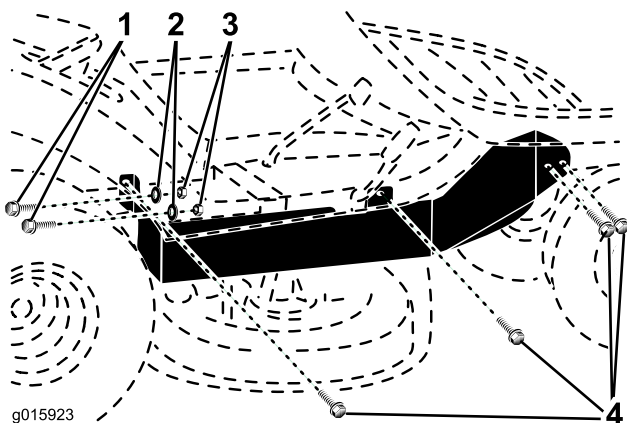
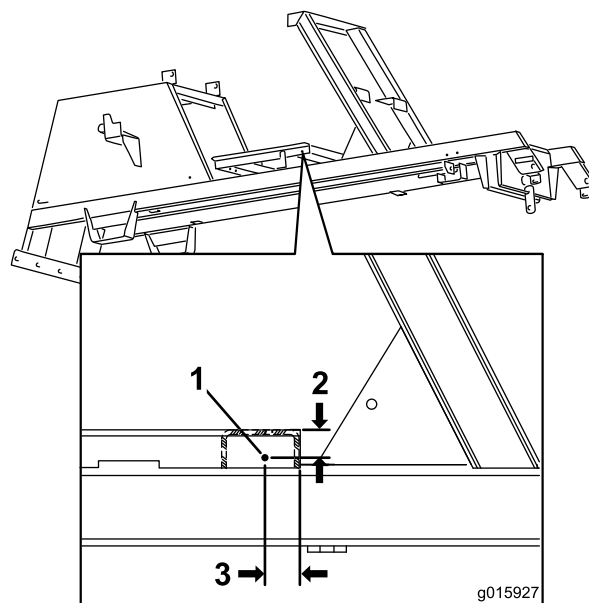
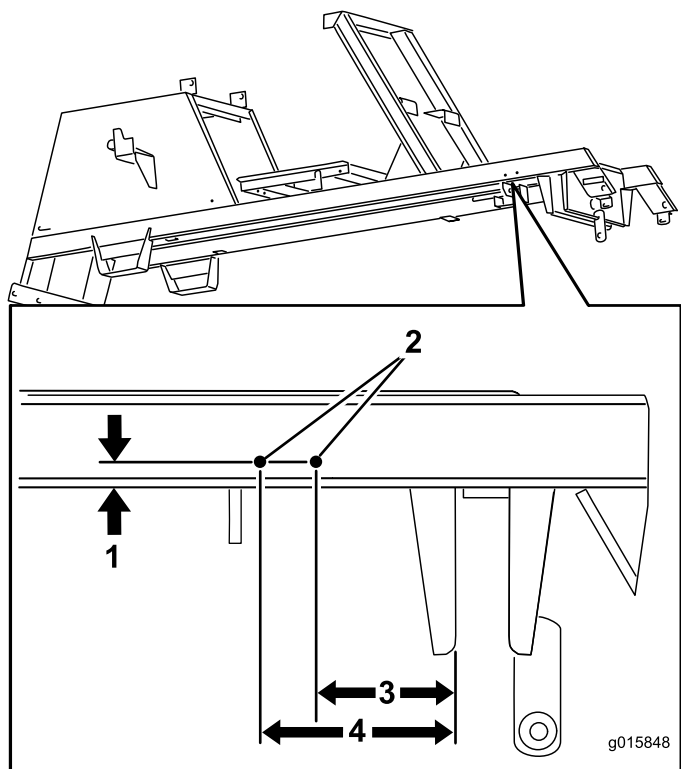
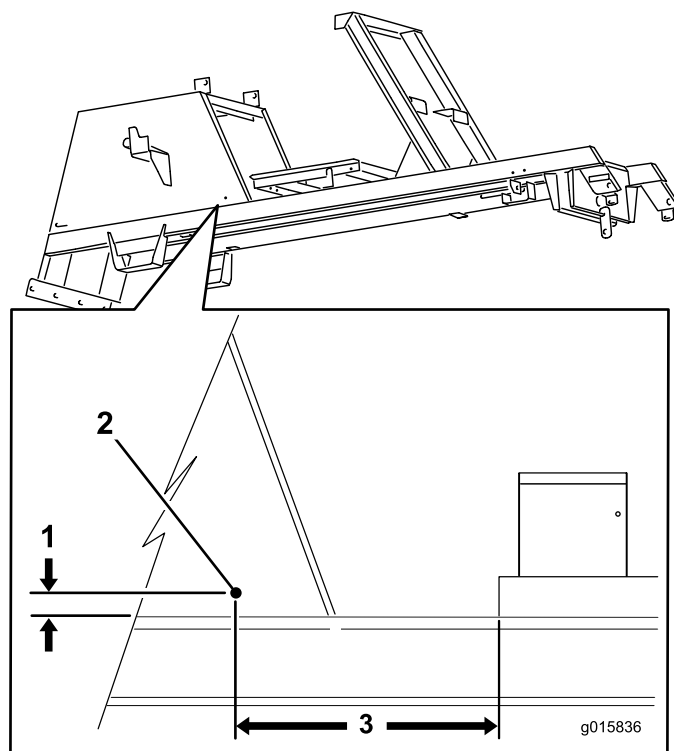

Figure 6
Figure 8
Figure 7
Figure 9
1. Sur le côté droit de la machine, percez 4 trous de 3,4 mm de diamètre aux emplacements indiqués à la Figure 6, la Figure 7, Figure 8 et la Figure 9. Posez le protège-courroie droit avec les fixations indiquées à la Figure 6.